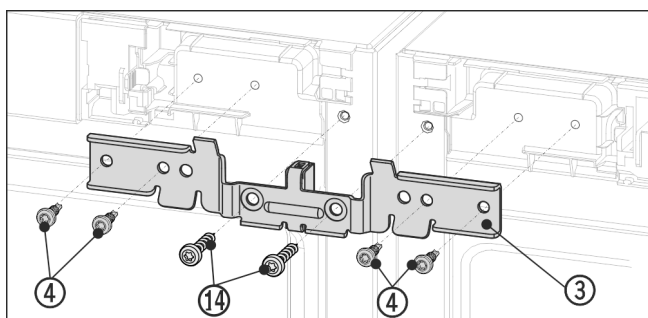

Fig. 12 Примерное отображение
- ▶ Надвиньте угол Fig. 12 (3) с помощью распорной детали между устройствами и на цапфы. Слегка прикрутите угол четырьмя винтами Fig. 12 (4) и ранее выкрученными винтами заземления Fig. 12 (14) поочередно справа и слева.